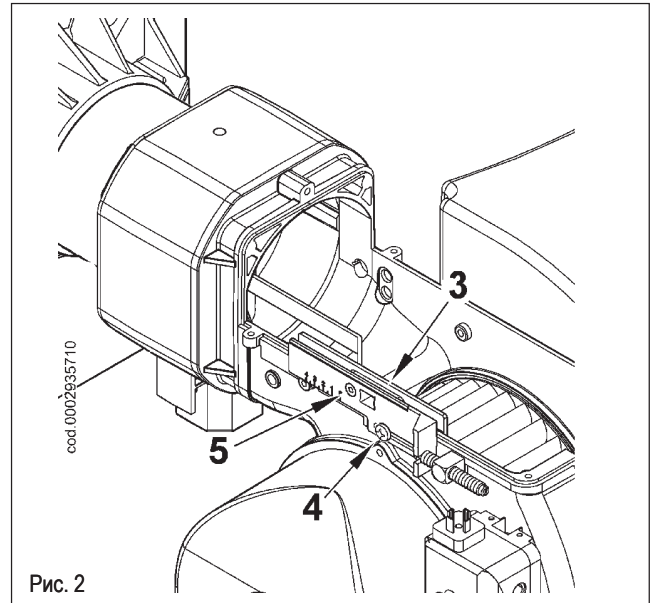

Рис. 2
- 2) Проверьте, чтобы подвижная пластина (3) была закреплена винтом (4). Это позволит после окончания технического обслуживания поместить узел смещения в то же положение, на которое он был ранее отрегулирован. Открутите винт (5), фиксирующий выдвижной шток узла к подвижной пластине (рисунок 2).